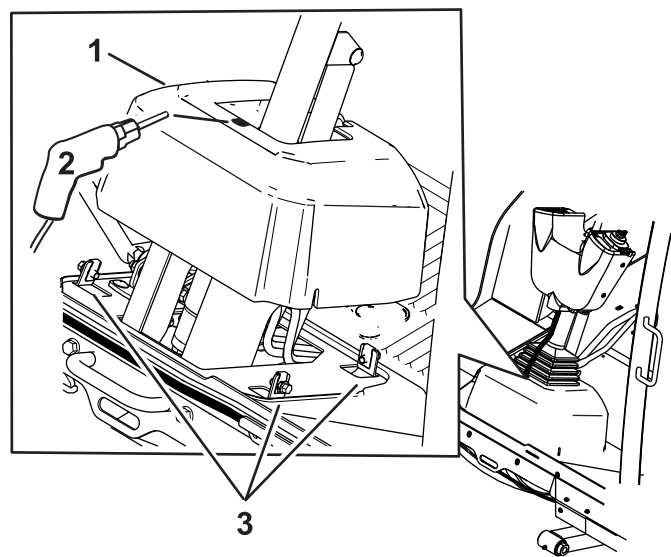

Figure 13
1. Desserrez les boulons autour de la base de la colonne de direction (Figure 13).
2. Élevez la base et percez un trou de 22 mm (7/8 po) comme montré à la Figure 13.